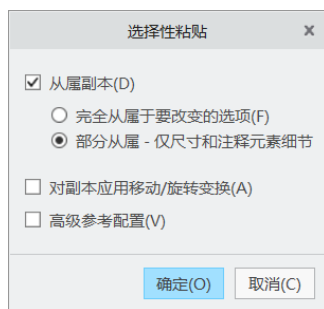

图 5-8 “选择性粘贴”对话框
- 2 在“选择性粘贴”对话框中勾选“从属副本”复选框, 其他选项设置如图 5-8 所示。然后在“选择性粘贴”对话框中单击“确定”按钮。